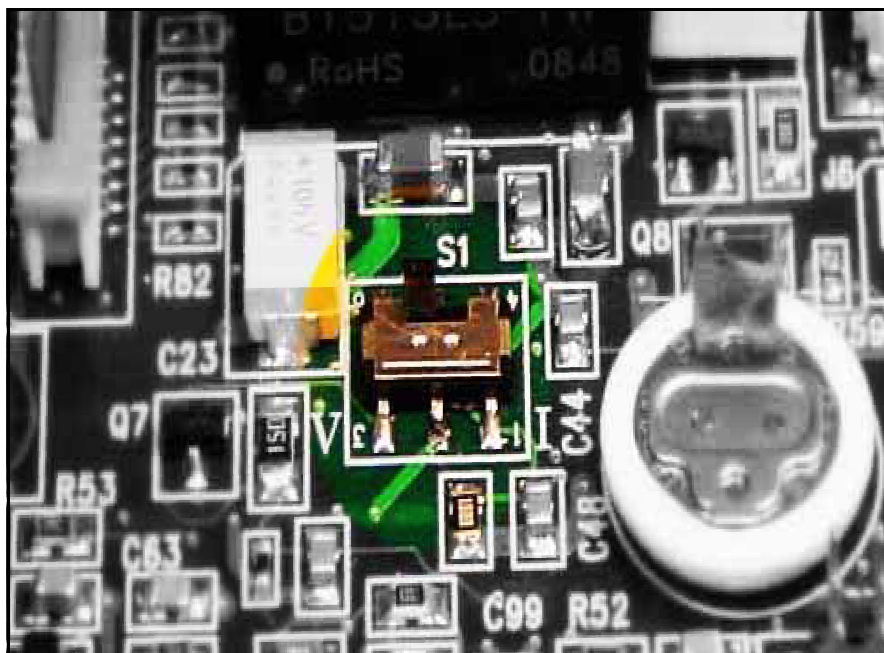

Figura 8: Conmutador S1 en la tarjeta PC principal
Complete estos pasos para comprobar o reiniciar el conmutador **S1** (vea la Figura 8 en la página 5).
- Localice el conmutador S1 (vea en la Figura 8 el área resaltada).